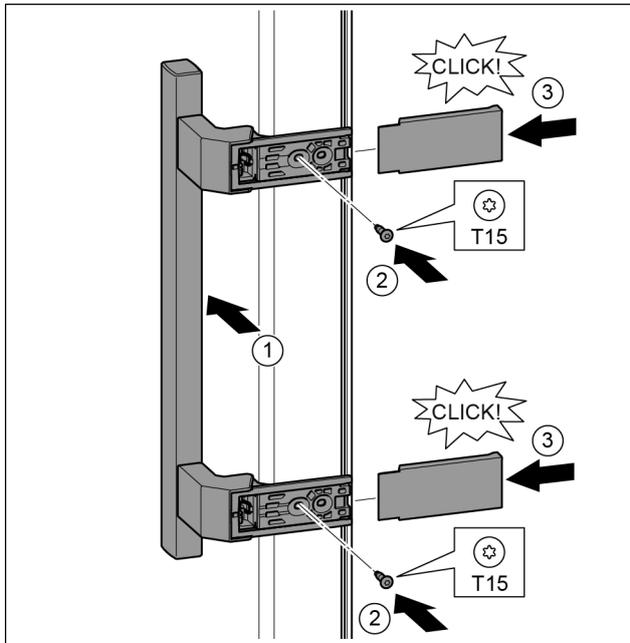

Fig. 21
- ▶ Applicare la maniglia sul lato opposto. Fig. 21 (1)
- ▶ Serrare le viti con il cacciavite T15. Fig. 21 (2)
- ▶ Applicare le coperture lateralmente e inserirle spingendo. Fig. 21 (3)